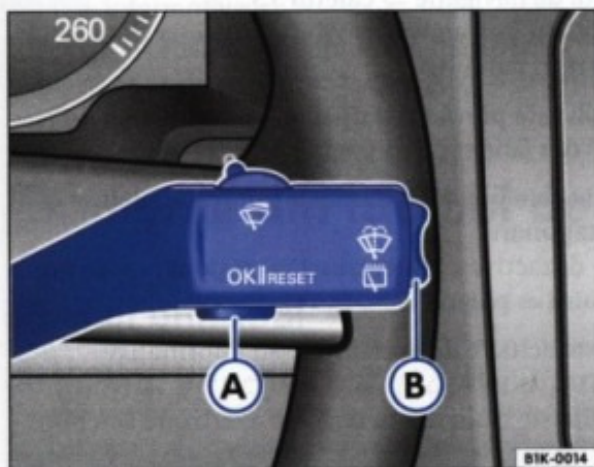

Fig. 13 În maneta de acționare a ștergătoarelor: Tasta **(A)** pentru confirmarea punctelor din meniu și butonul basculant **(B)** pentru schimbarea meniurilor
- Apăsați o dată tasta ⇒ **fig. 13 (A)** din maneta ștergătoarelor de parbriz.